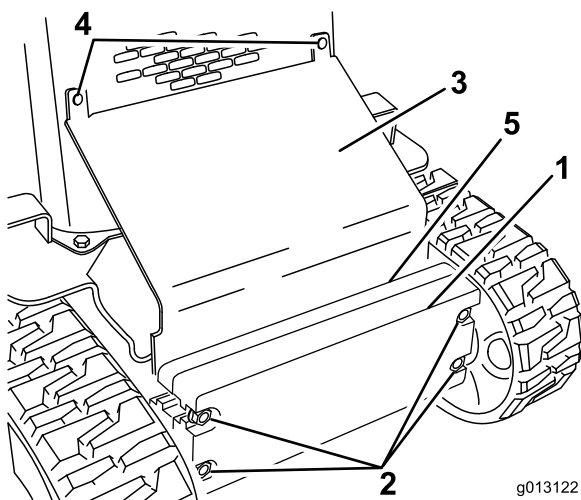

Figura 31
2. Afloje los pernos que fijan los contrapesos (Figura 31).
3. Retire los pernos y las tuercas que fijan la placa inclinada (Figura 31).
10. Deslice la placa inclinada entre el bastidor y los contrapesos; fíjela a la rejilla delantera con los pernos y las tuercas que retiró anteriormente (Figura 31).
11. Ajuste los pernos que fijan los contrapesos delanteros (Figura 31).